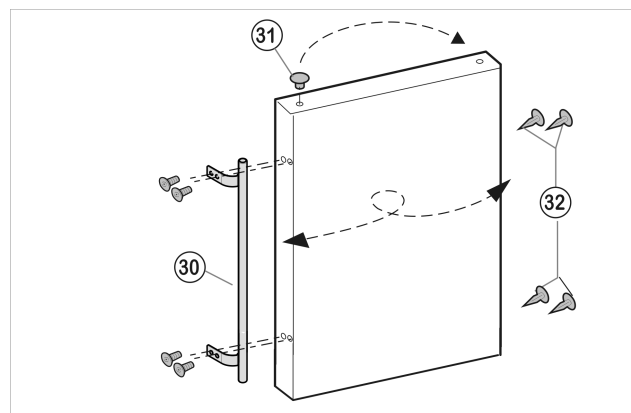

Fig. 20
- Enlever le bouchon Fig. 20 (31) hors du coussinet de la porte et le mettre de l'autre côté.
- Démontez la poignée de porte Fig. 20 (30) et les bouchons Fig. 20 (32) et les mettre de l'autre côté.